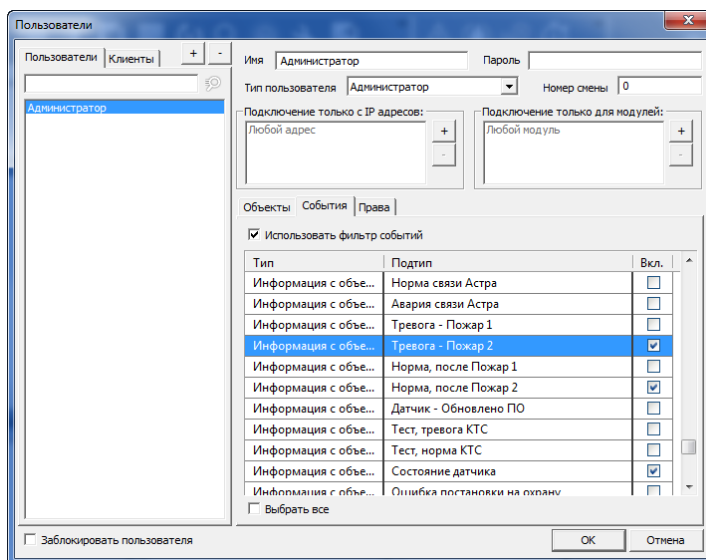

Рис. 10.6. Настройка отображения событий
- Вкладка **События** предназначена для выбора типов событий, которые будут отображаться для пользователя. Для выбора отдельных типов событий установите флажок *Использовать фильтр событий* и флажки *Вкл.* в напротив выбранных событий (Рис. 10.6).